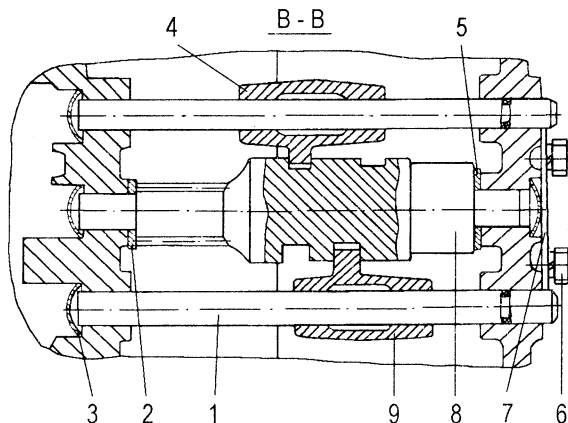

Рис. 6.7. Разрез раздаточной коробки по механизму переключения передач (см. сечение В-В на рис. 6.3):
- отвернуть болты 6 (рис. 6.7) и снять стопорную планку 7;